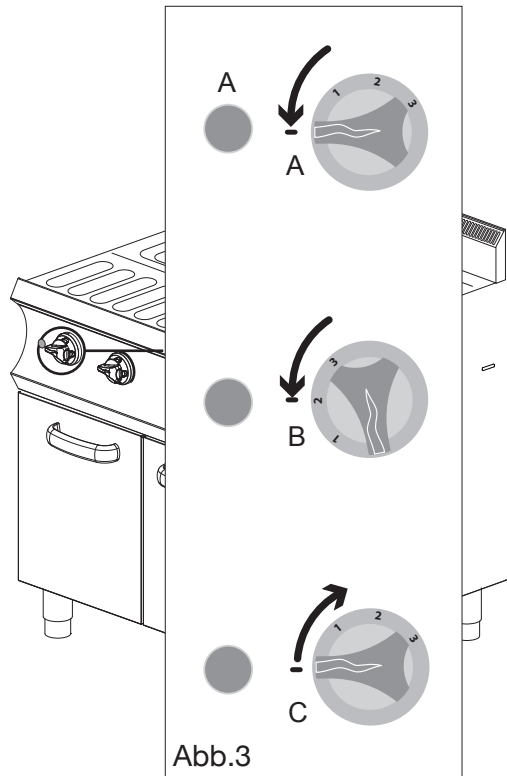

Abb.3
1. Einschalt-Drehknopf je nach Betriebserfordernissen auf 1, 2 oder 3 stellen, das Leuchten der grünen Kontrolllampe zeigt den Betrieb an (Abb. 3-A/B).